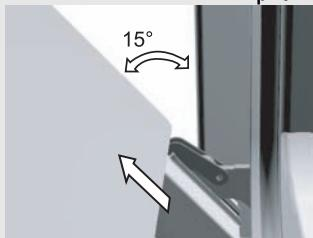

рис. 2
- Медленно закрывайте дверцу, пока фиксаторы не упрются в прорези на дверце. Приблизительно при 15° (относительно закрытой дверцы) дверцу немного приподнимите и извлеките из гнезд шарниров на корпусе прибора (рис. 2).